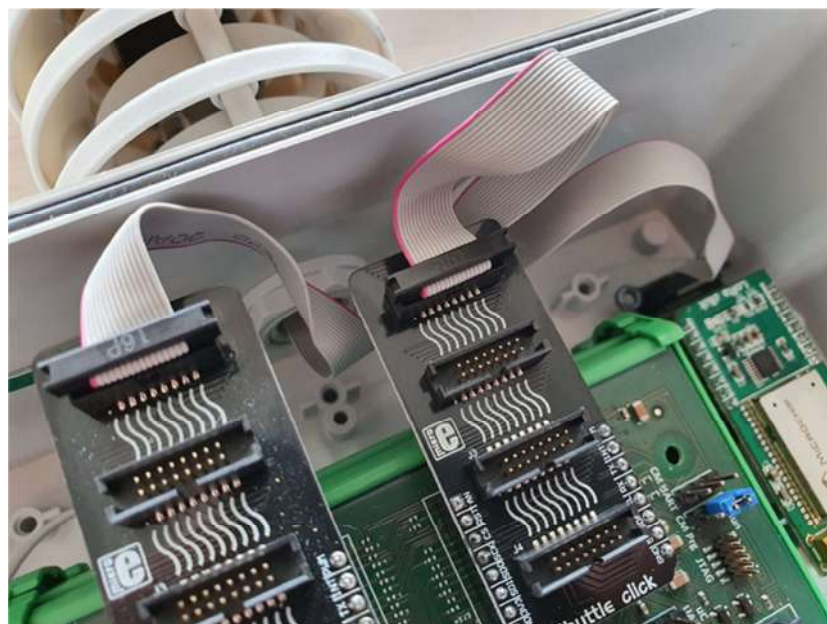

Fig.11 Alloggiamento Shuttle click in connettore click 1 (connettore click a destra) di Arancino.
Step 10: Alloggiamento (**Fig.11**) **Shuttle click 2** in connettore click 2 (connettore click a sinistra) di **Arancino**;
Step 11 - Opzione LoRa (se non presente saltare a **Step 12**): Collegamento **Add-on Shuttle** tramite piattina a **Shuttle click 1** alloggiato in connettore click 1 (connettore click a destra) di **Arancino** (**Fig.11**);